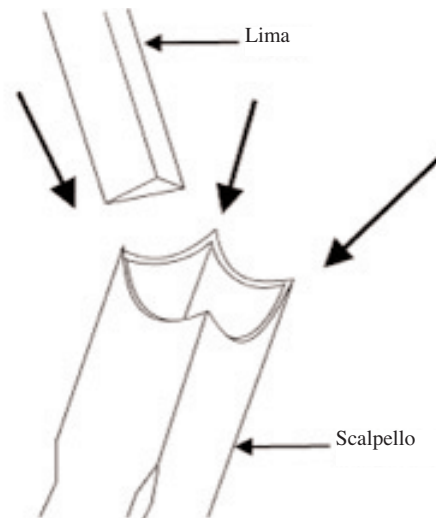

Fig. 9
3. Utilizzare piccola dolce lima con li profilo triangolare per spogliare interni angoli dello scalpello. Vedi Fig. 9.